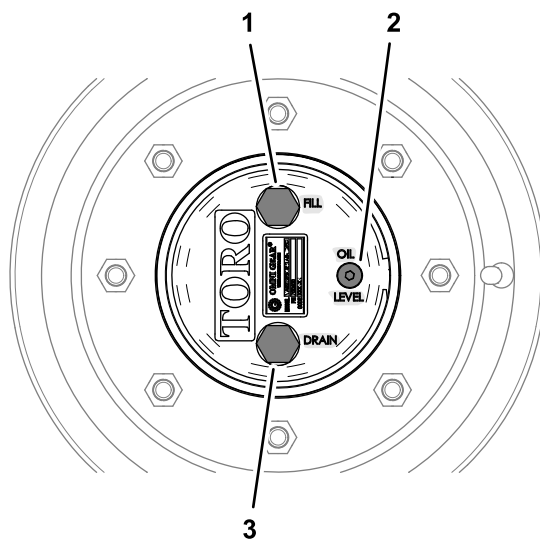

Рисунок 83
1. Установите машину на ровной горизонтальной поверхности, поверните колеса в такое положение, чтобы пробка заливочного отверстия оказалась в крайнем верхнем положении («на 12 часов»), а пробка сливного отверстия — в крайнем нижнем положении («на 6 часов») (Рисунок 83).
пробка заливочного отверстия оказалась в крайнем верхнем положении («на 12 часов»), а пробка сливного отверстия — в крайнем нижнем положении («на 6 часов»); см. Рисунок 83 в разделе Проверка смазки в планетарном редукторе привода (страница 75).